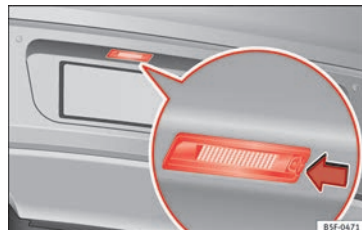

Fig. 112 No para-choques traseiro: luz de matrícula.
1. Pressione a patilha da luz de matrícula no sentido da seta » **Fig. 112**.